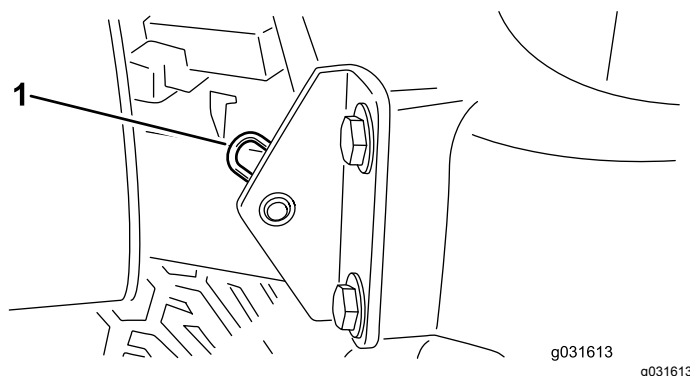

Figura 42
2. Tire o perno de gancho que fixa a articulação do capot aos suportes de montagem (Figura 42).